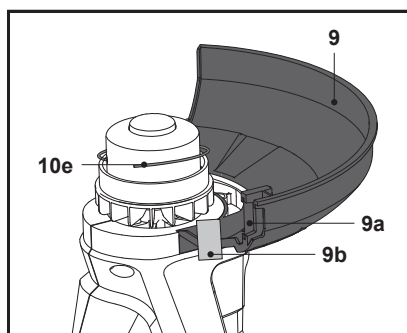

Fig. 6
A proteção (9) protege o utilizador contra objetos projetados durante a utilização. Está equipada com uma lâmina (9a) que corta os fios do aparador (10e) (Fig. 6).